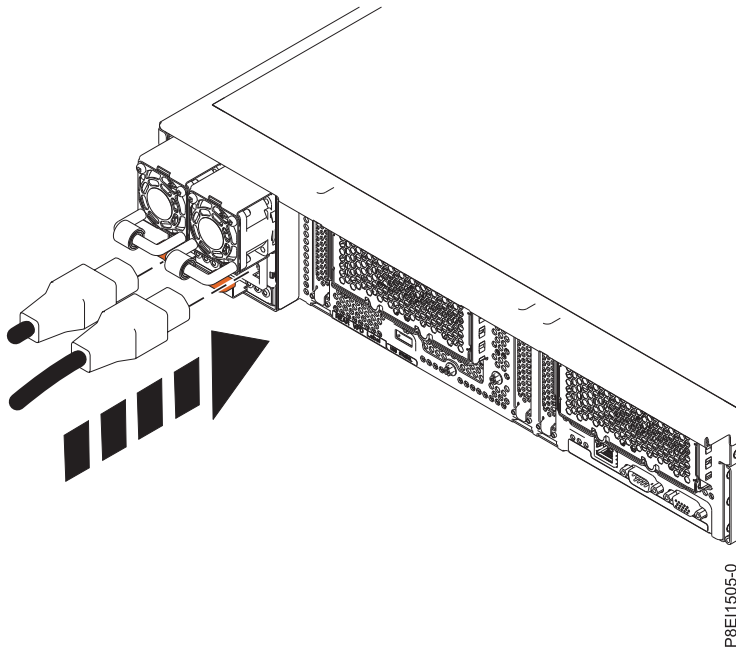

Figure 129. Connexion des cordons d'alimentation au système 8335-GTA ou 8335-GCA
2. A l'aide des étiquettes, reconnectez les cordons d'alimentation à l'unité centrale. Voir la figure 129, à la page 136.